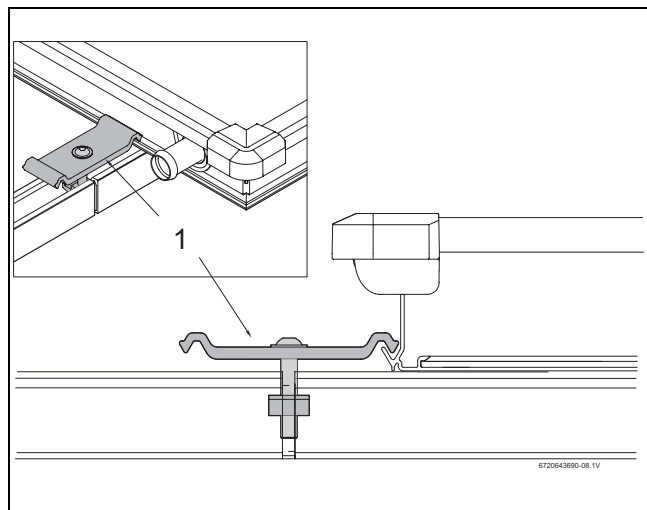

Fig. 62 Montage du tendeur double
- Insérer le tendeur double avec l'écrou dans l'ouverture du rail profilé et du connecteur jusqu'à ce que la patte d'écartement en plastique (→ fig. 62, [1]) enveloppe le rail profilé.